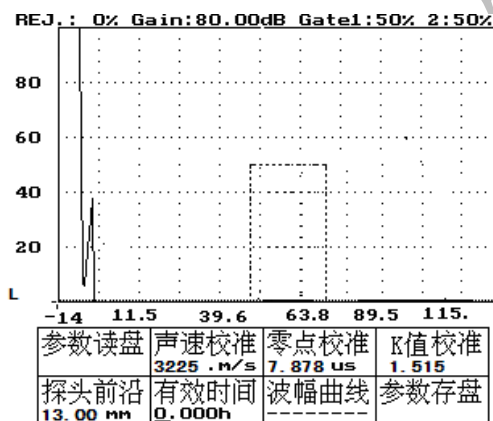

图 18-43
- 5、按进入键——进入有效时间设置功能，虚框变实框，屏幕显示如图 18-43 所示。同时在有效时间参数下有一“—”光标，提示用户在光标提示处输入新的探头有效工作时间参数值。